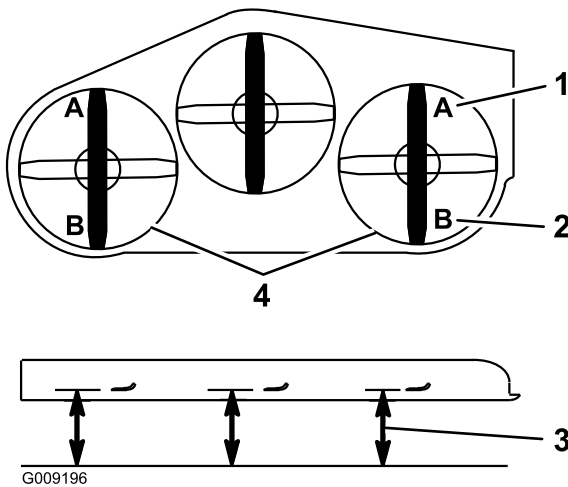

Figure 92
9. De chaque côté du tablier de coupe, mesurez la distance entre la surface plane et la pointe avant de la lame (position A); voir Figure 92.
15. De chaque côté du tablier de coupe, mesurez la distance entre la surface plane et la pointe arrière de la lame (position B). La distance obtenue doit être de 8,3 cm (3,25 po); voir Figure 92.